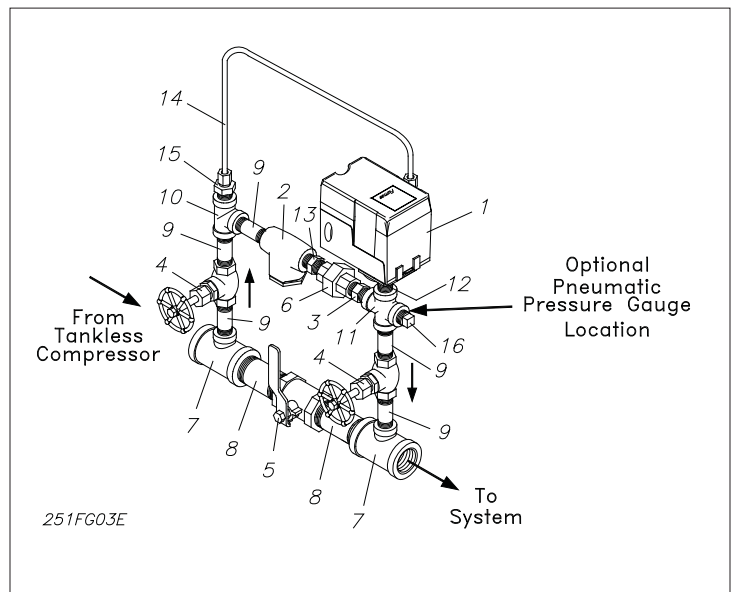

Figur 2
• Model B-1 och B-2 Automatisk tryckhållningsutrustning (se Figur 2 och 3)
Grundläggande funktion för ingående komponenter (se i Figur 2 och 3): En sänkning av luftrycket i sprinklersystemet medför att tryckvakterna (komponent 1) hamnar i slutet läge, vilket medför aktivering av luftkompressorn. När den förinställda luftrycksnivån har återställts kommer tryckvaktens kontakter att öppna igen, vilket får kompressorn att stanna. Tryckvakten (1) är även utrustad med en avluftningsventil som automatiskt tömmer kompressorns utloppsledning varje gång som tryckvaktens kontakter ställs i öppet läge. Detta som ett skydd för luftkompressorns motor, så att den inte slås ut i samband med start. Precis som Model A-2 PMD är Model B-1 och B-2 utrustade med en sil (2) för att förhindra nedsmutsning, och en backventilen (3), för att hindra återströmning av vatten. Såväl kulventiler (5) som kägelventiler (4) är likadana till både plats och syfte jämfört med Model A-2 PMD. Precis på samma sätt måste därför kulventilen (5) vara stängd och kägelventilerna (4) vara öppna för att en korrekt funktion skall erhållas.
- a. Kontrollera att luftflödet genom utrustningen sker på det sätt som visas via pilarna i Figur 2, 3, 6 –8 och 11.